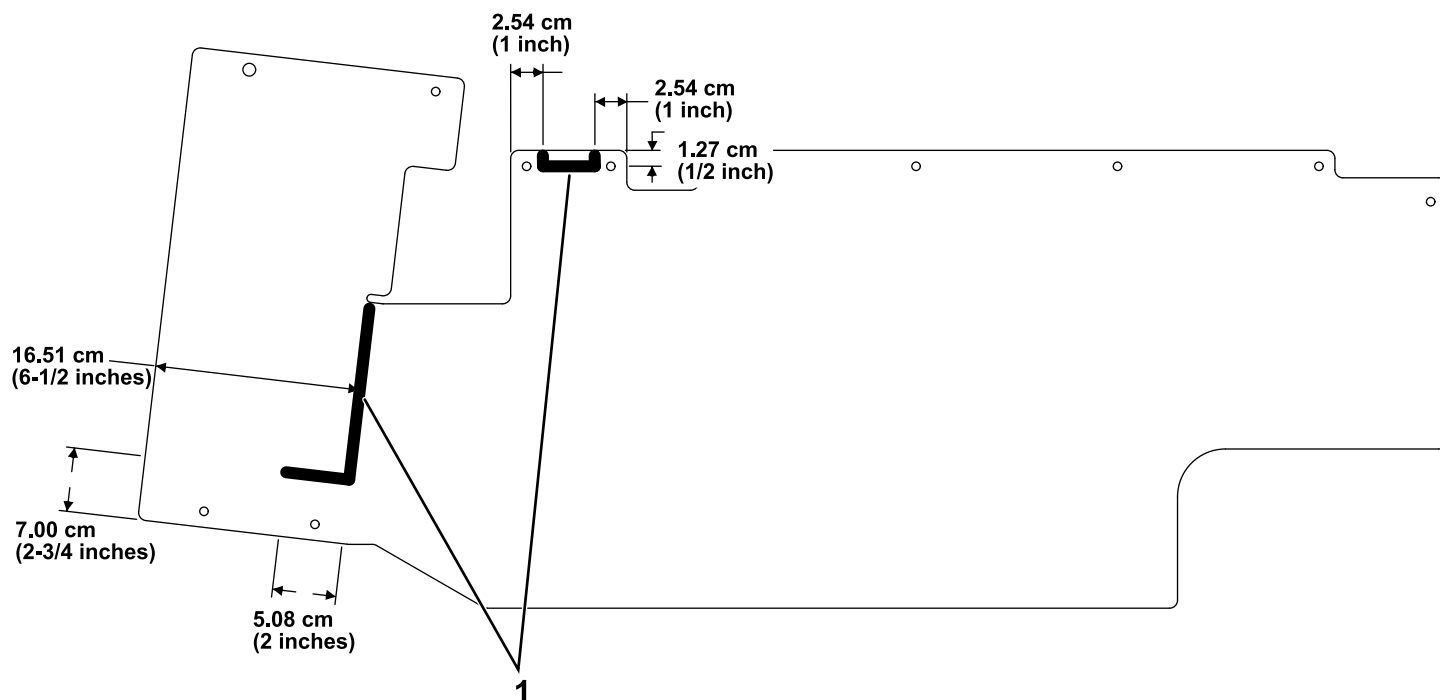

Рисунок 22
1. Сделайте вырезы на резиновых кожухах по размерам, показанным на Рисунок 22.